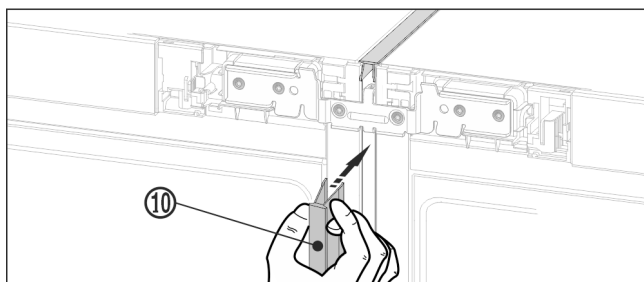

Fig. 21
- ▶ Na přední straně zatlačte dlouhou krycí lištu Fig. 21 (10) do svislé spáry. Dbejte na to, aby lišta stála na spojovacím plechu.